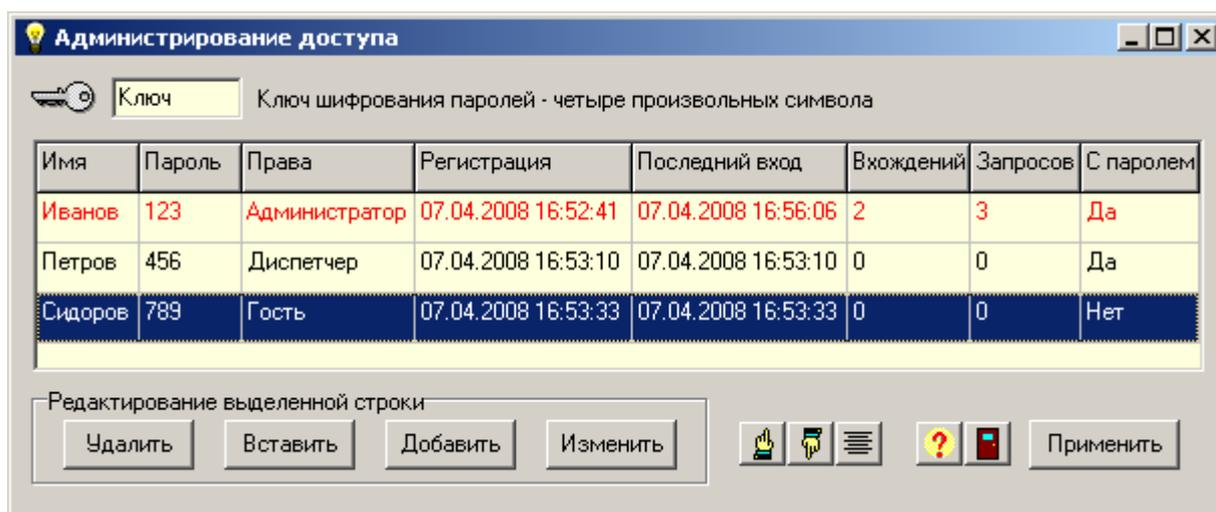

Рис. 4.1. Вид окна “Администратор доступа пользователей АРМ”.
4.3. При выборе пункта меню “Настройки\Администратор доступа в АРМ” появится окно администратор доступа пользователей АРМ, вид которого показан на рис.4.1.